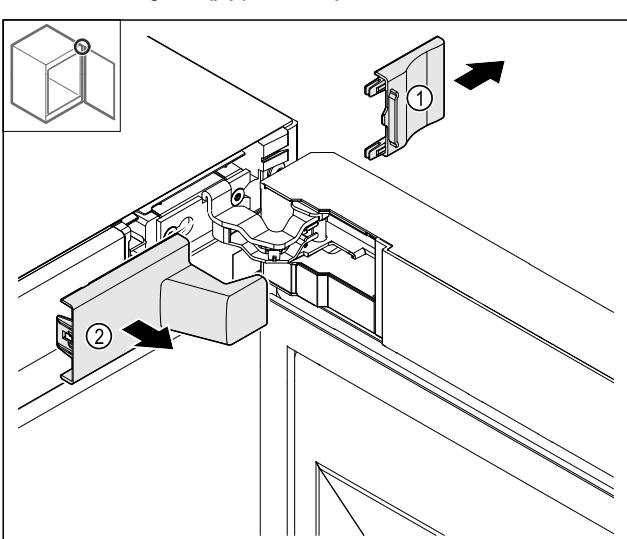

Fig. 13
- ▶ Nuimkite dengiamają plokštelynę Fig. 13 (1) ir tada Fig. 13 (2).